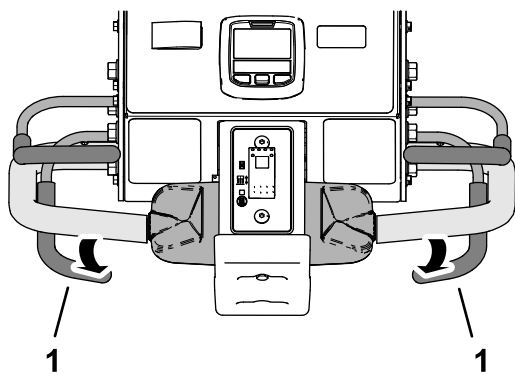

Bild 92
- Wenn der Vorderreifen über den Rand des Aerifizierbereichs rollt, lösen Sie den Aerifizierbügel (Bild 92).